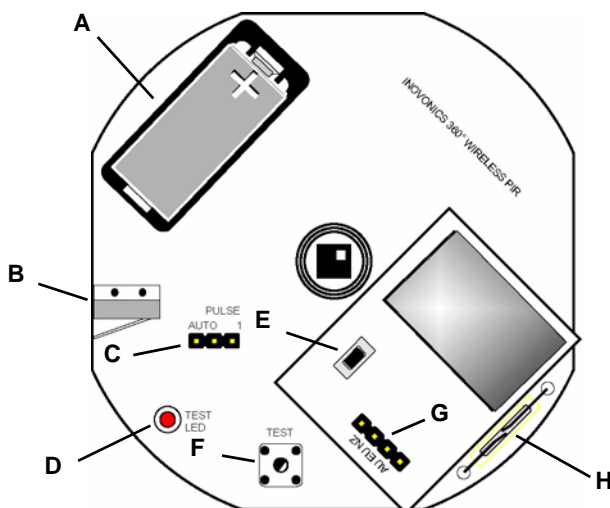

Figure 2 ES1265 Komponenter
2. Sæt batteriet i (Fig 2).
1. Placér en jumper på det ønskede frekvensbånds pins (Fig. 2).